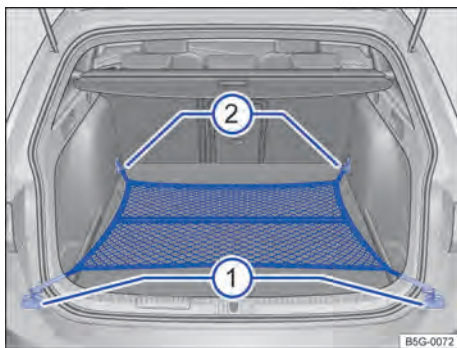

Fig. 184 No compartimento de bagagem: rede para bagagem presa de forma plana.
- Se for o caso, rebater o olhal de amarração dianteiro para fora → Fig. 184 ②.
- Prender os ganchos da rede para bagagem nos olhais de amarração ② → ⚠. O zíper da rede para bagagem deve estar voltado para cima.
- Prender os ganchos da rede para bagagem nos olhais de amarração ①.